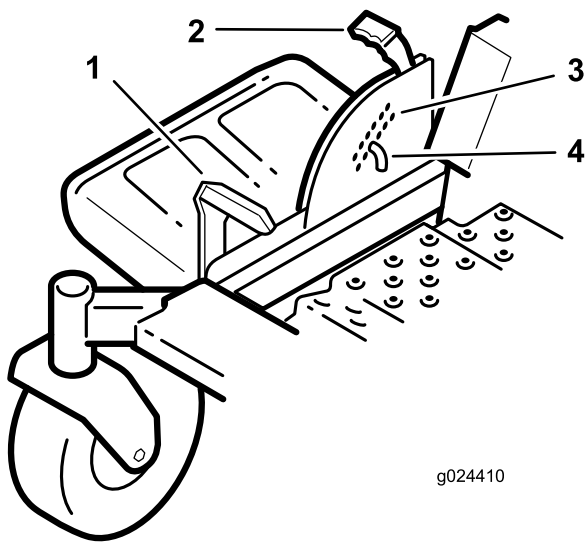

Figura 24
1. Col piede premete il pedale di sollevamento del piatto di taglio e sollevate il piatto in posizione di blocco per il trasporto (oltre la posizione dell'altezza di taglio di 114 mm) (**Figura 24**).
2. Per regolare, spostate il perno dalla staffa dell'altezza di taglio (**Figura 24**).
3. Nel sistema di selezione dell'altezza di taglio scegliete un foro corrispondente all'altezza desiderata e inserite il perno (**Figura 24**).